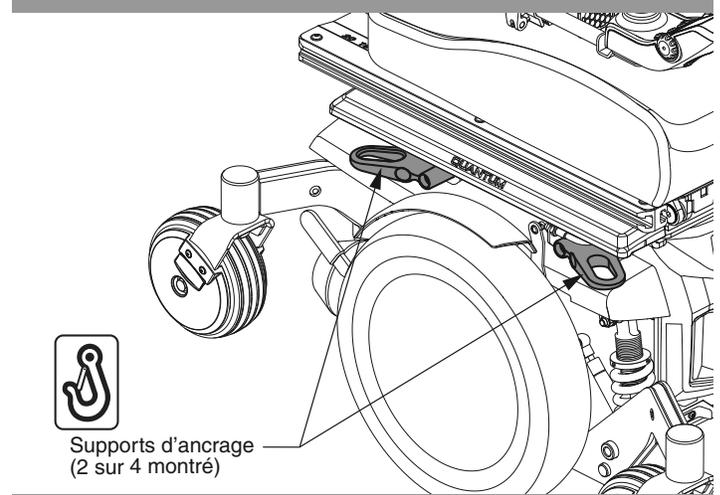

Figure 12. Support d'ancrage système transport
Si votre fauteuil motorisé est équipé d'un système d'ancrage pour le transport, celui-ci possède des supports avant et arrière pour l'ancrage et peut être équipé des supports pour la fixation de la ceinture de positionnement. **Voir la figure 12.** Référez-vous aux informations supplémentaires contenues dans le manuel du fauteuil motorisé pour les instructions sur l'utilisation du système d'ancrage.
- Fixez les quatre (4) courroies aux points d'ancrage désignés et identifiés par le symbole d'ancrage sur le fauteuil motorisé. **Voir les figures 12 et 13.** Serrez bien les courroies pour retirer le jeu excessif.